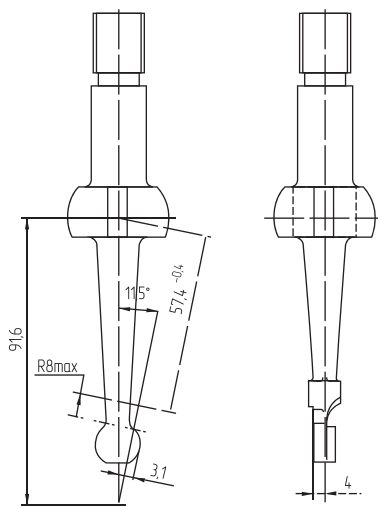

Рис. 16
4. Приобретите механизм переключения РК с каталожным номером 3163-00-1803010-00. При покупке убедитесь, что сам рычаг имеет конфигурацию согласно **Рис. 16**. Если до установки стоял однорычажный механизм старого образца, то возможно заменить рычаг переключения передач на РК 3160-1803070 выпуска не ранее сентября 2009 г со специальной проточкой на нижнем конце рычага. Рекомендуем купить рычаг в магазине, т.к. при доработке рычага установленного ранее в автомобиле приведет к потере термообработки нижнего конца рычага. При невозможности покупки отдельного рычага можно купить механизм в сборе, на котором установлен модифицированный.